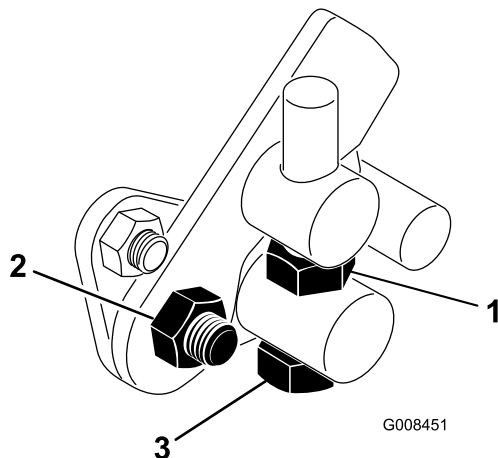

Figura 45
1. Liberte a porca de bloqueio do parafuso do eixo (Figura 45).
4. Aperte a porca de bloqueio no parafuso do eixo e a porca na articulação do pedal para bloquear o ajuste (Figura 45). Verifique o ajuste e ajuste se for necessário.